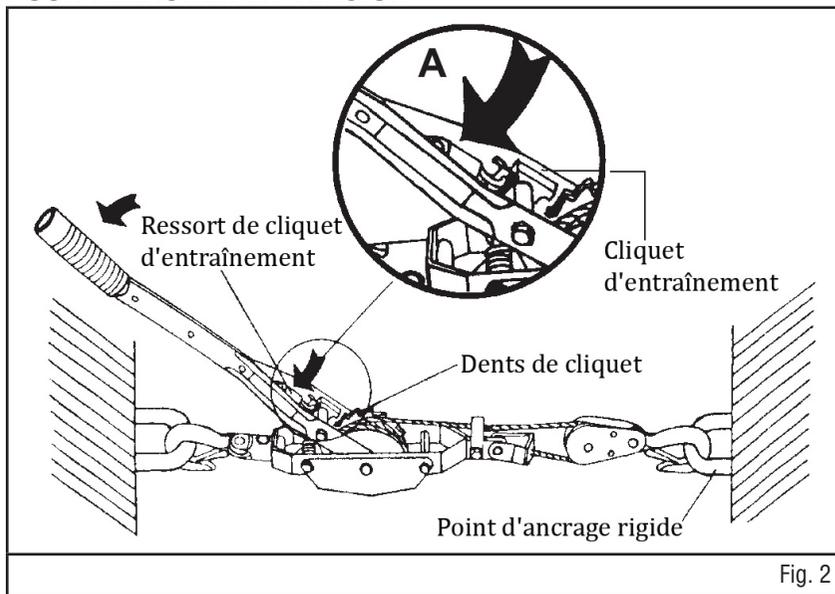

Fig. 2
1. Enfoncez le ressort de cliquet dans le sens de la flèche « A ». Voir la figure 2.